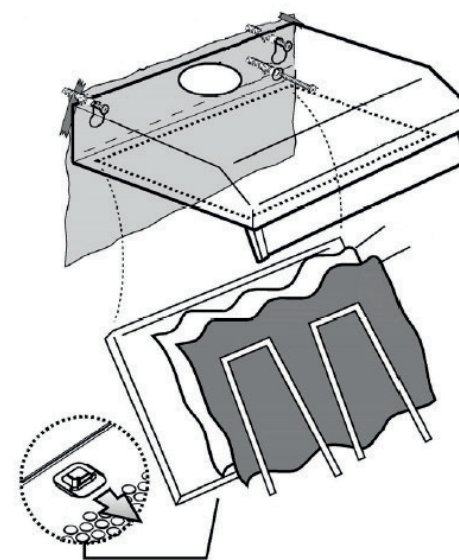

Fig. 5
1. Pour retirer le filtre anti-graisse, poussez les languettes de chaque côté de la grille métallique, puis dégagez la grille en la tirant vers le bas (Fig. 5).